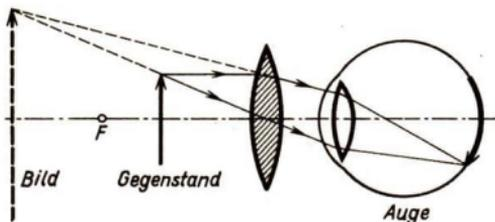

Abb. 203 Strahlengang an der Lupe
**1. Die Lupe.** Wollen wir auf der Wanderung beim Bestimmen einer Pflanze die Staubgefäße zählen oder einen kleinen Käfer genau betrachten, so benutzen wir eine *Lupe*1). Wir wissen, daß durch Sammellinsen von einem Gegenstand, der sich innerhalb der einfachen Brennweite befindet, ein scheinbares, vergrößertes, aufrechtes Bild auf der Gegenstandsseite entsteht (Abb. 203). Diese Eigenschaft der Sammellinse, vergrößerte Bilder zu erzeugen, machen wir uns zunutze, wenn es sich darum handelt, Einzelteile bei einem Körper zu erkennen. Man bringt eine Sammellinse zur bequemeren Handhabung in